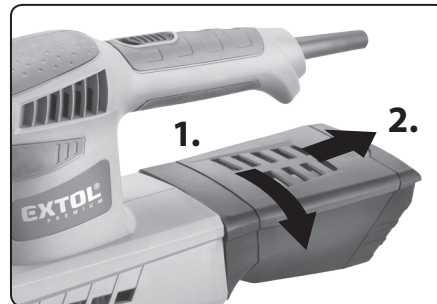

Abb. 5a
- Die Schleifmaschine kann entweder mit eingesetzter Staubsammelbox verwendet werden, oder die Staubsammelbox kann wie in Abb.5a gezeigt